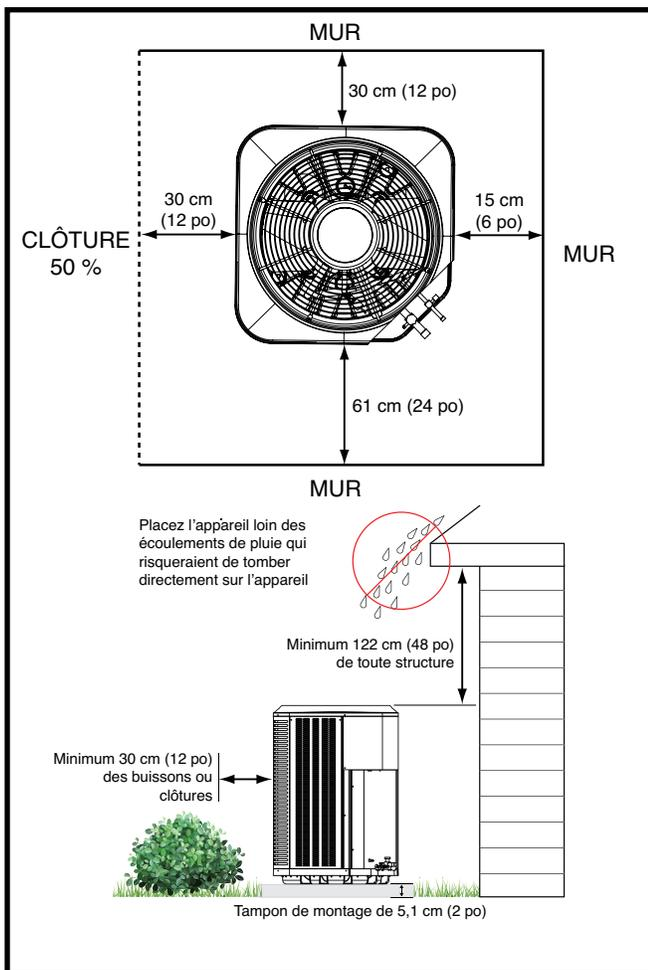

Figure 1. Dérogations requises
- Un dégagement suffisant pour permettre à l'air de circuler sans obstruction à travers le serpentin extérieur doit être maintenu pour obtenir le rendement nominal. Voyez la Figure 1 pour les exigences relatives au dégagement minimal.
- Les obstacles aériens (Figure 1), les zones mal aérées et les zones propices à l'accumulation de débris sont à proscrire.